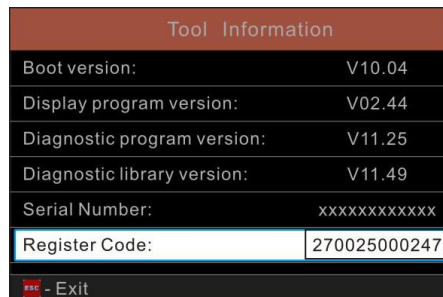

Figure 7-5
8. Il s'agit du numéro de code de registre à entrer à l'étape 4 (Figure 7-5).